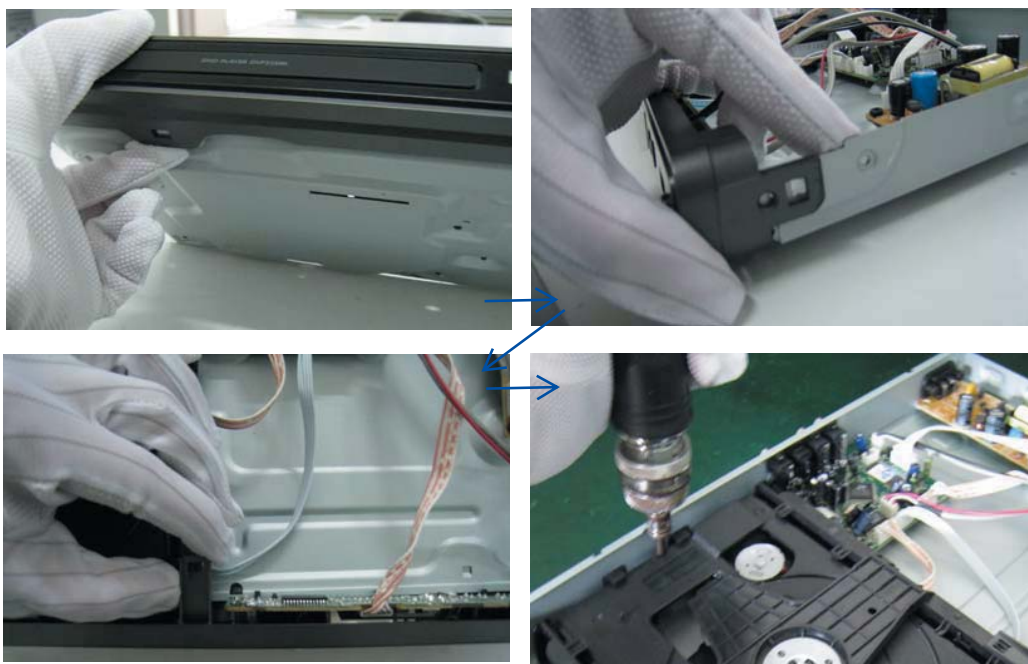

Figura 5
Passo 5: Desmontagem do Carregador, desconecte XP2, XP3, XP4 conforme figura abaixo e remova o parafuso que conecta o carregador e o gabinete inferior. (Figura 5)